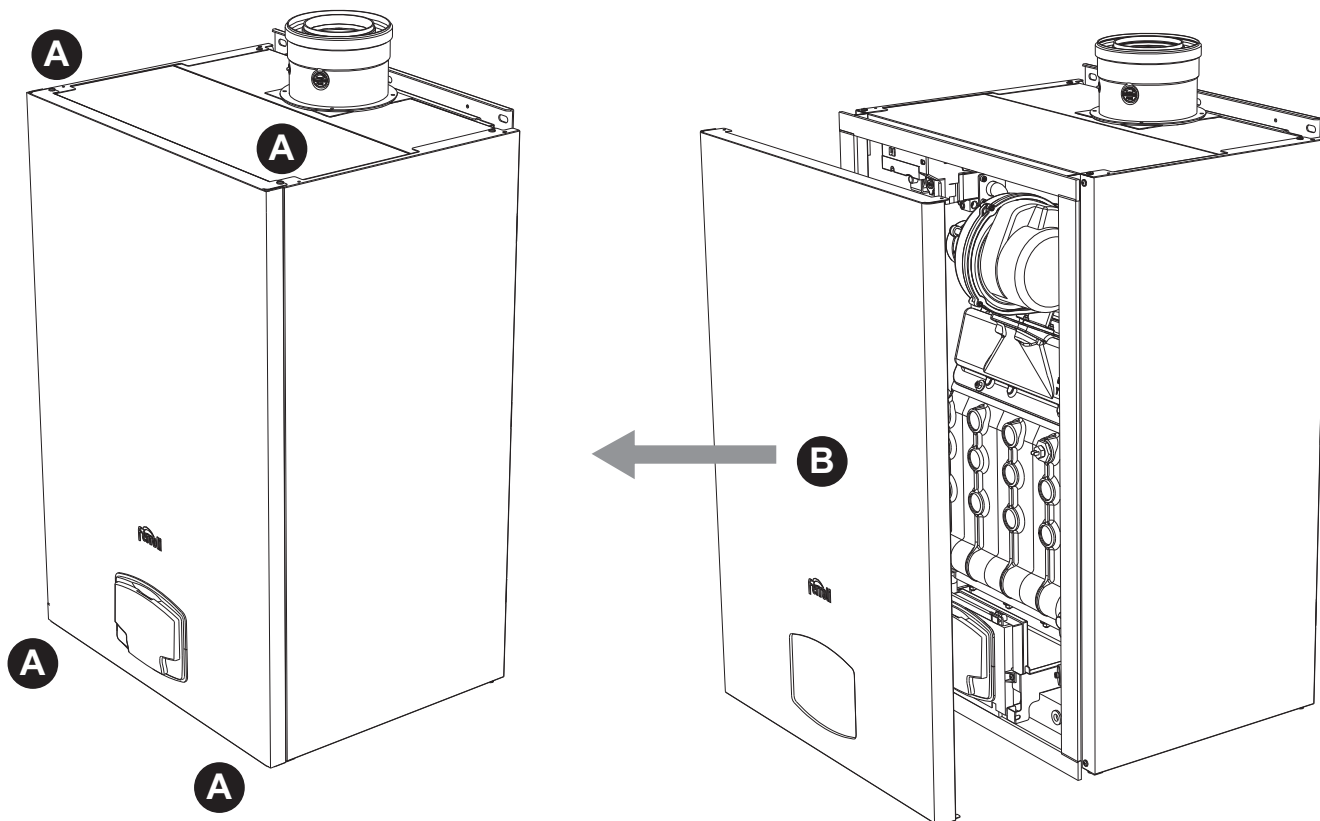

fig. 83- Ouverture du panneau avant
1. Dévisser les vis **A** (voir fig. 83).